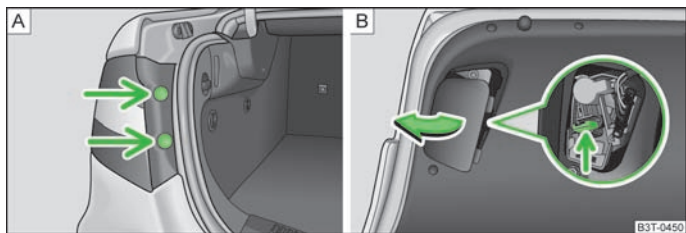

Fig. 192 Démontage de la partie extérieure du bloc optique arrière/démontage de la partie intérieure du bloc optique arrière
- Retirez les bouchons » fig. 192 - A et dévissez le bloc optique arrière à l'aide d'une clé TORX » page 211, *Outils de bord*.
- Vissez fermement le bloc optique arrière et enfoncez les bouchons » fig. 192 - A.
- Retirez le cache du bloc optique arrière sur le côté intérieur du capot du coffre à bagages » fig. 192 - B.
- Appuyez sur l'ergot de retenue » fig. 192 - B et retirez la douille de l'ampoule du boîtier du bloc optique arrière.